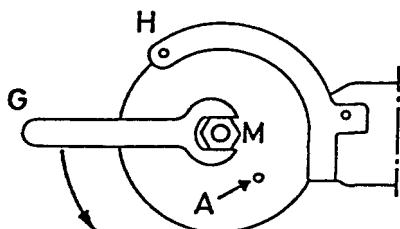

Abbildung 3: Lösen des Sägeblattes
- Anhaltestift in Bohrung Sägeblatt stecken und mit Sägeblatt gegen Schutzhülle (H) drehen. Gabelschlüssel (G) auf Skt.-Spannmutter (M) setzen und in dargestellter Richtung öffnen (siehe Abb. 3).